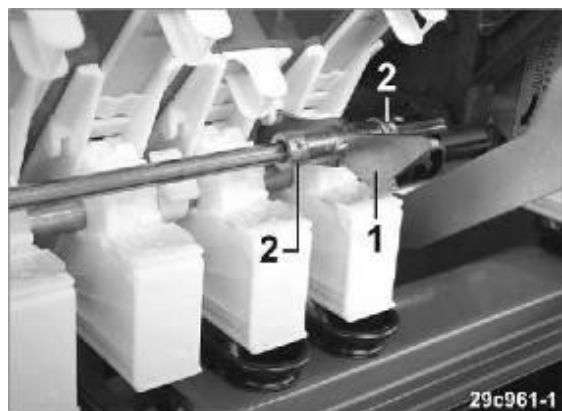

Рис.107
При этом креплении (Рис. 107/1), которое фиксирует промежуточный вал аксиально, вытяните из паза высевной коробки.
7.6.13. Зафиксируйте крепление аксиально с помощью двух установочных колец (Рис. 107/2).